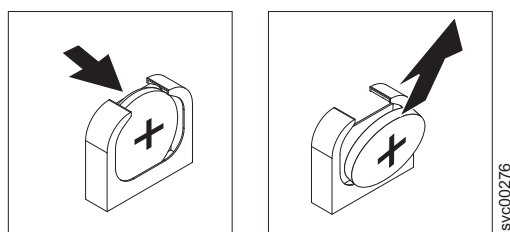

図 187. SAN ボリューム・コントローラー 2145-CG8 または 2145-CF8 CMOS バッテリー・ホルダー
8. 図 187 に示すように、CMOS バッテリーを取り外します。